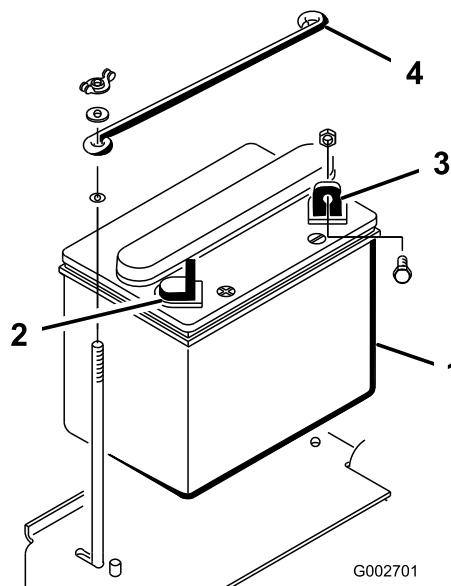

图 5
1. マイナス端子を車体後方に向けてバッテリーを車体に載せる (図 5)。